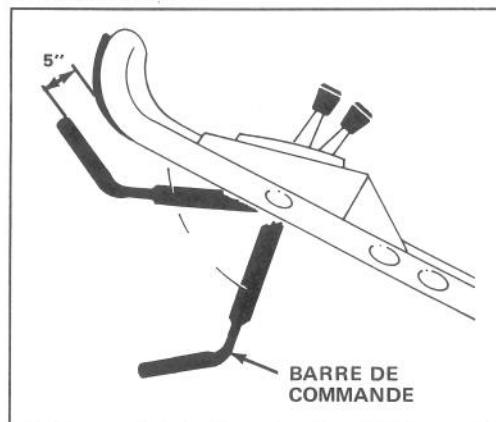

Figure 11
2. Pousser la barre de commande sur la position la plus basse, comme illustré (Fig. 11) afin de "verrouiller" le mécanisme avant d'engager la lame.
6. Pousser la barre de commande sur la position la plus basse afin de verrouiller le mécanisme (Fig. 11).
du guidon) (Fig. 11). Ceci indique que la lame est engagée et a commencé de tourner.